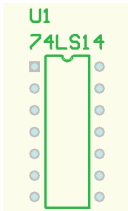

图 5-1 双列直插封装
1) DIP 封装。双列直插封装（Dual In-line Package, DIP），属于针脚式元器件封装，如图 5-1 所示。DIP 封装结构具有适合 PCB 的穿孔安装、易于对 PCB 布线和操作方便等特点。